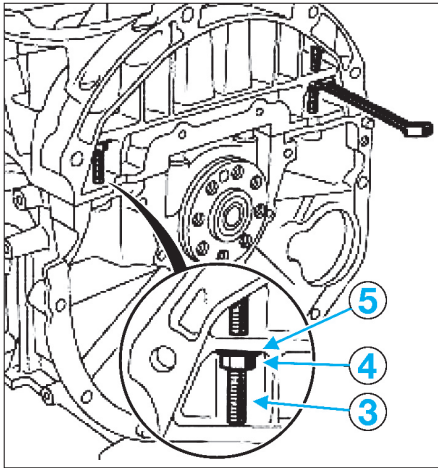

FIG. 77
- placer deux goujons (tige filetée M8 - longueur 90 mm) (3), deux écrous (M8) (4) et deux rondelles plates (5) (diamètre intérieur 8 mm - diamètre extérieur 14 mm) à la place des vis de fixation de la semelle (fig. 77).